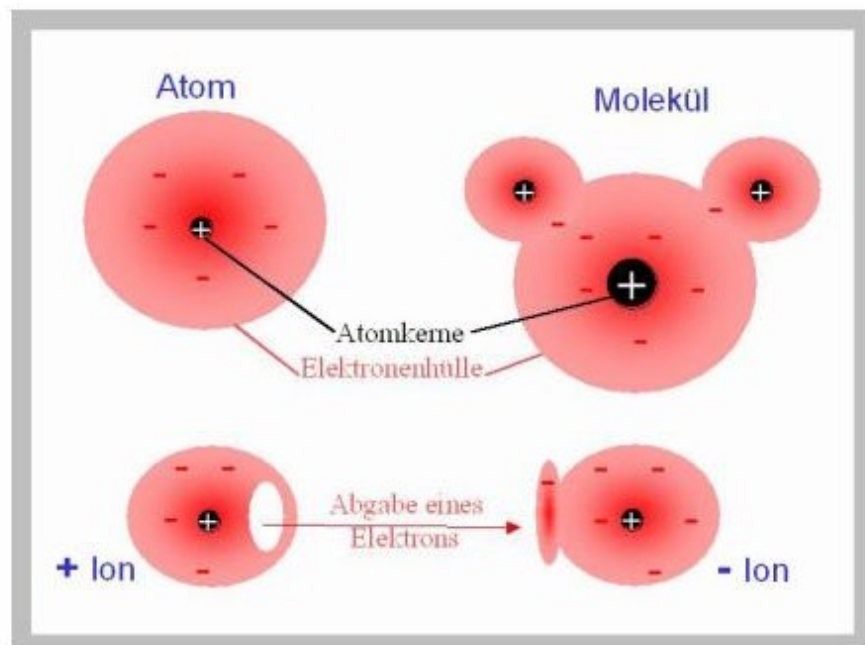

Abbildung 8: Aufbau der Atome, Moleküle und Ionen
**Helen:** Ja, damit verstehe ich, dass in dem Bild 8 hier oben die Kerne für die verschiedenen Atome unterschiedlich groß gezeichnet sind.